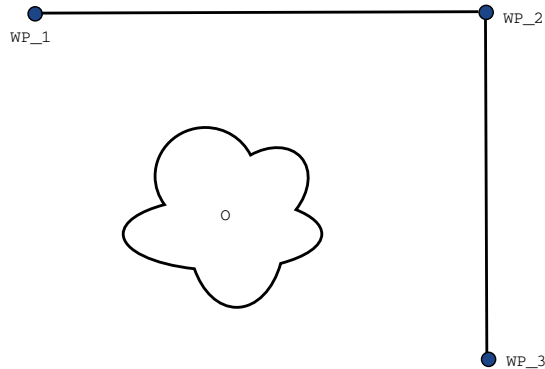

Рис. 14.2: WP\_1: начальное положение, WP\_2: промежуточная точка, WP\_3: положение захвата, O: препятствие.
Пример Рассмотрим операцию захвата и перемещения в качестве примера (см. рисунок 14.2), где робот в настоящий момент находится в контрольной точке 1 (WP\_1) и должен выполнить захват объекта в контрольной точке 3 (WP\_3). Во избежание столкновений с объектом и другими препятствиями (O) робот должен двигаться к WP\_3 в направлении из контрольной точки 2 (WP\_2). Таким образом, три контрольных точки участвуют в создании пути, удовлетворяющего требованиям.